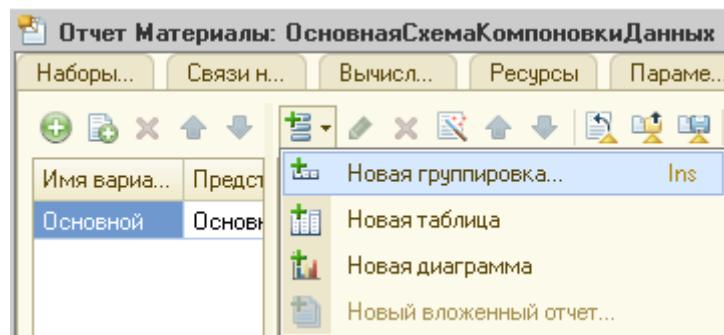
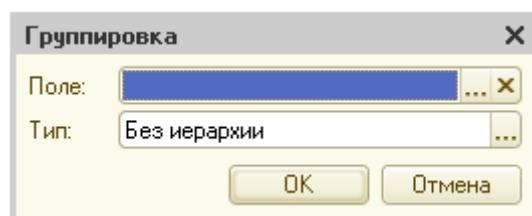

Рисунок 60 Добавление новой группировки
Рисунок 61 Настройки группировки
7. Настройте отчет: на вкладке **Настройки** в дереве **Отчет** добавьте новую группировку, позволяющую рассмотреть детальные записи по кнопке «Добавить» (рис. 60). В параметрах группировки: **поле** – пусто, **тип** – по умолчанию (рис. 61). Нажмите «OK».